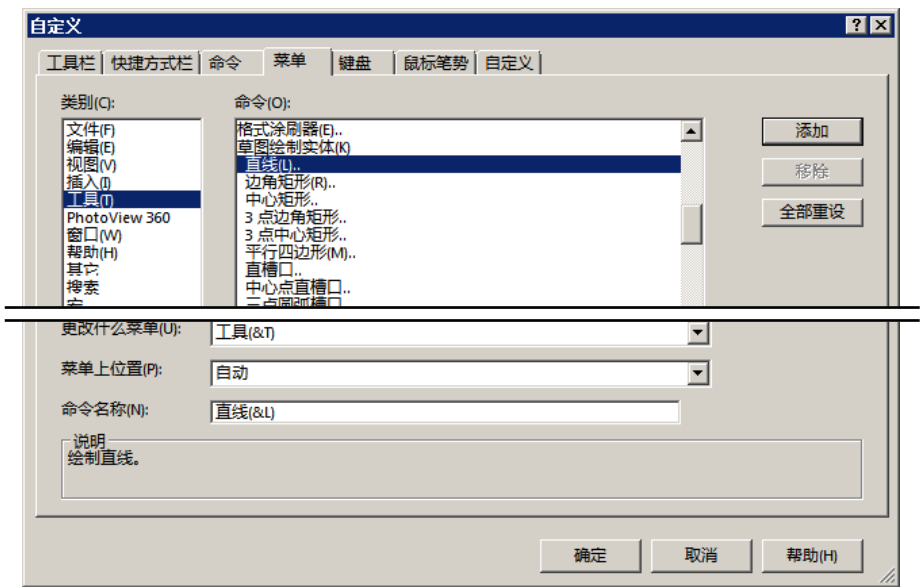
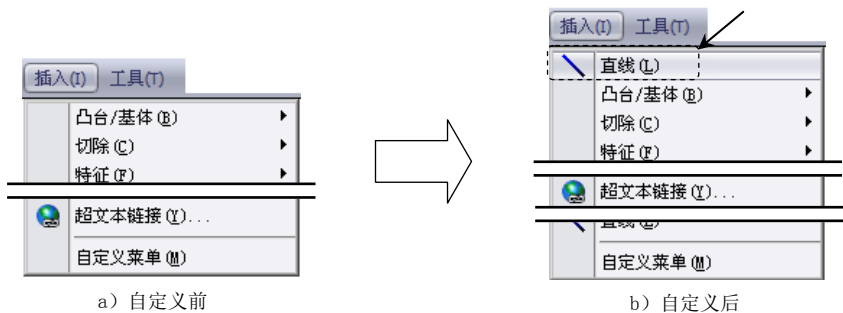

图 1.9.4 “自定义”对话框（二）
图 1.9.5 菜单命令的自定义
在“自定义”对话框中单击 **菜单** 选项卡，即可进行下拉菜单中命令的自定义（图 1.9.4）。下面以下拉菜单 **工具(T)** → **草图绘制实体(E)** →  **直线(L)** 命令为例，说明自定义菜单命令的一般操作步骤（图 1.9.5）。
Step1. 选择需自定义的命令。在图 1.9.4 所示的“自定义”对话框的 **类别(C):** 列表框中选择 **工具(T)** 选项，在 **命令(Q):** 列表框中选择 **直线(L)** 选项。